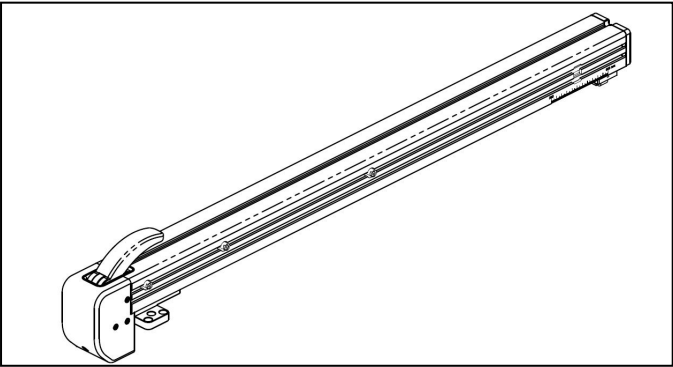

图 9-2
- （2）按章节 7.1（1）操作，拆下靠山本体组件，如图 9-2。